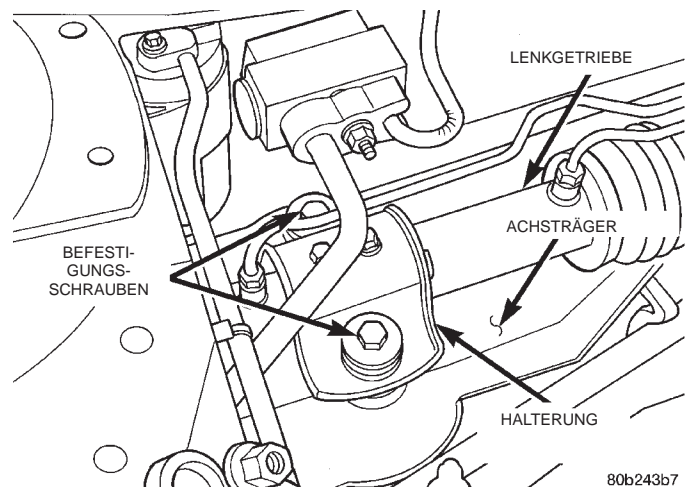
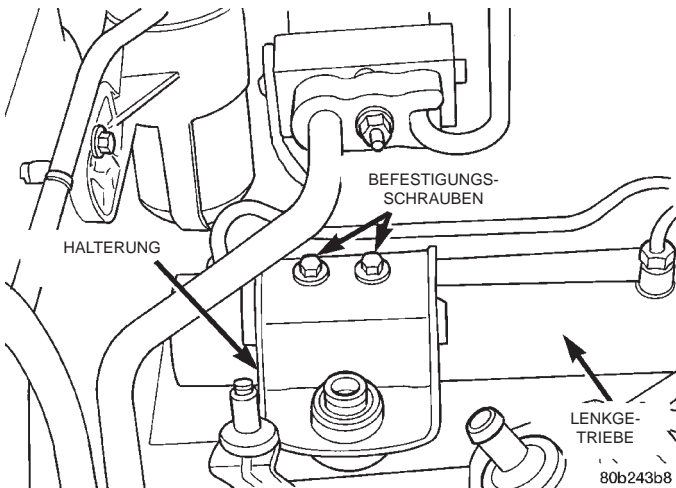

Abb. 15 Befestigung/Lenkgetriebe an Achsträger (rechte Seite)
Abb. 16 Halterung des Lenkgetriebes
(20) Die beiden Schrauben lösen, mit denen die Halterung an der rechten Seite des Lenkgetriebes am Achsträger befestigt ist (Abb. 15).
HINWEIS: Eventuell müssen auch die beiden Befestigungsschrauben (Abb. 16) gelockert werden, mit der die Halterung am Lenkgetriebe befestigt ist, um den Ausbau zwischen den Leitungen der Klimaanlage zu erleichtern.
(11) Die beiden Schrauben, mit denen die Halterung auf der rechten Seite des Lenkgetriebes am Achsträger befestigt wird, eindrehen (Abb. 15) und mit einem Anzugsmoment von 58 N·m (43 ft. lbs.) festziehen.
(12) Die beiden Schrauben an der linken Seite des Lenkgetriebes mit einem Anzugsmoment von 58 N·m (43 ft. lbs.) festziehen.
(13) Falls sie zuvor gelockert wurden, die Schrauben, mit denen die Halterung an der rechten Seite des Lenkgetriebes (Abb. 16) montiert ist, mit einem Anzugsmoment von 37 N·m (27 ft. lbs.) festziehen.